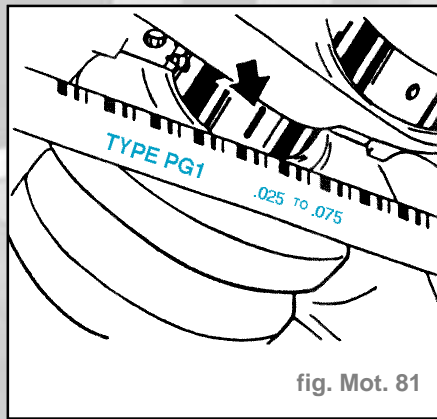

fig. Mot. 81
- Déposer le chapeau de palier et déterminer le jeu du palier d'après la largeur du fil plastique, mesurée à l'aide l'échelle graduée (fig. Mot. 81).
- Corriger le jeu du palier en posant des coussinets neufs ou des coussinets portant un autre code couleur (fig. Mot 81).